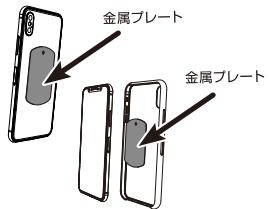

図2
1. 吸盤の固定レバーを上げてから吸盤の吸着面についたハクリ紙をはがし設置場所に取り付けてください。(図2)